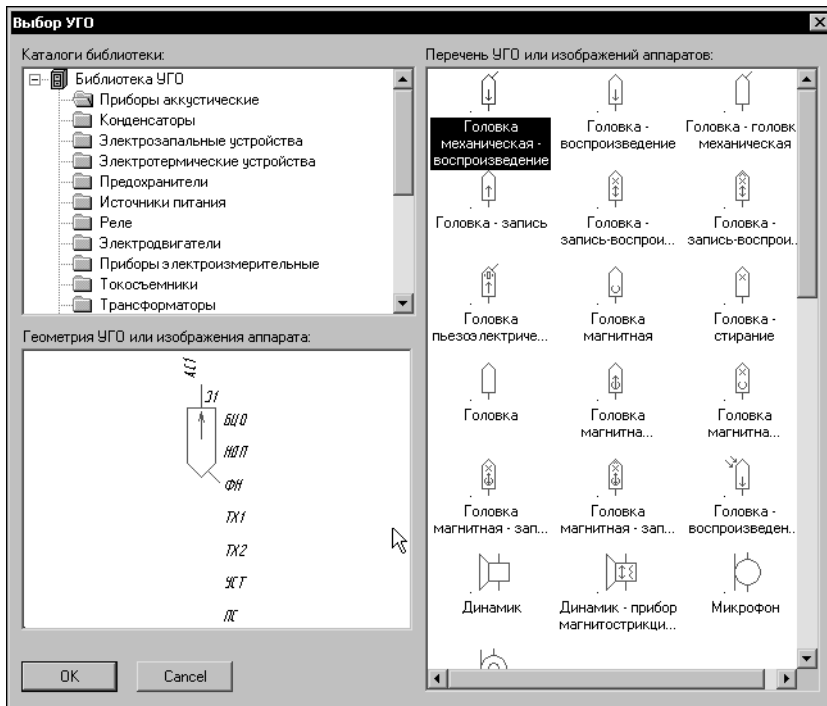

Рис. 7.6. Выбор УГО из базы данных
Добавить УГО или общий вид	Нажмите эту кнопку, чтобы добавить в список УГО или общий вид. В результате на экране появится диалог Выбор УГО (рис. 7.6, табл. 7.9).
3. Установите курсор на имя составной части и нажмите кнопку **Добавить УГО или общий вид**. На экране откроется диалог **Выбор УГО** (рис. 7.6, табл. 7.9).